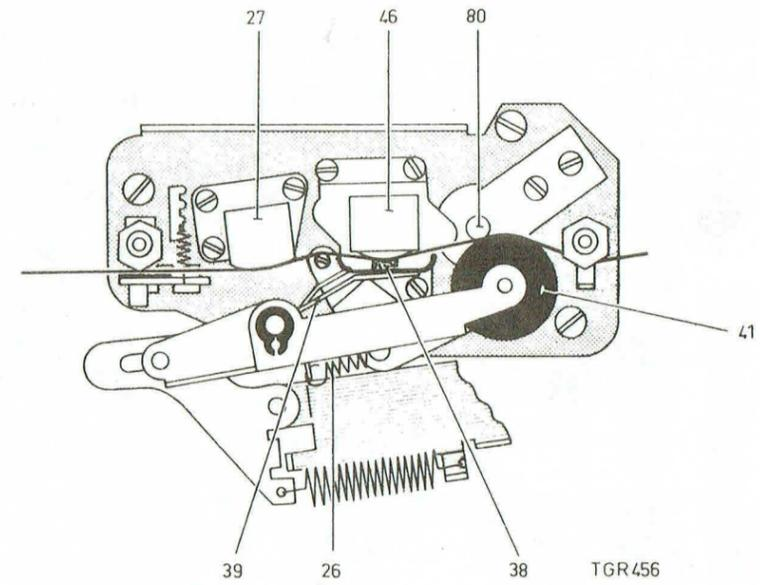

Fig. 8
- Faire un enregistrement sur la piste 2 (pos. 2-3).
C. Guidage du ruban, fig. 8